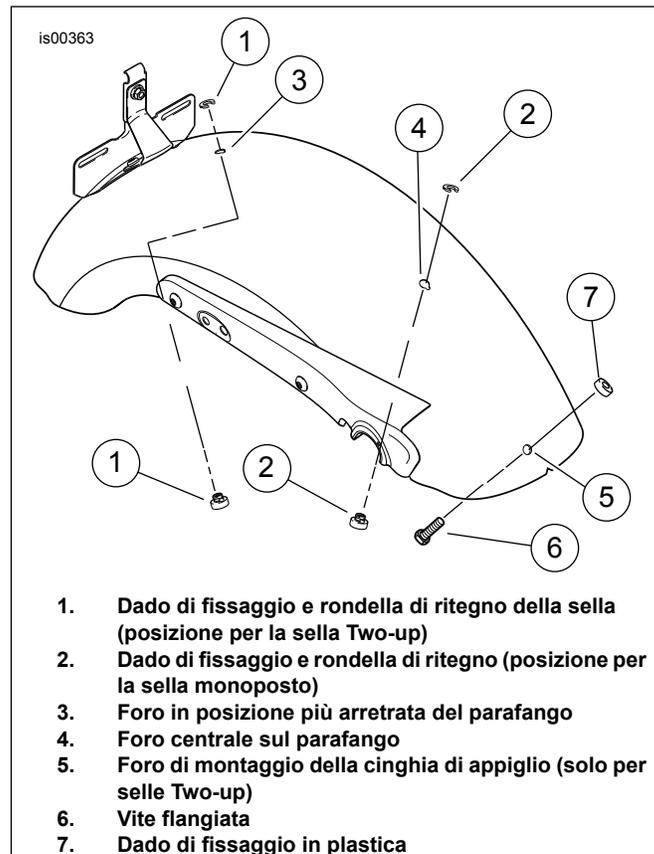

Figura 1. Posizione del dado di fissaggio
5. Vedere Figura 1. Rimuovere il tappo di plastica dal foro in posizione più arretrata sul parafango (3).
6. Rimuovere il dado e la rondella (1) di fissaggio della sella dal foro di montaggio della sella monoposto.